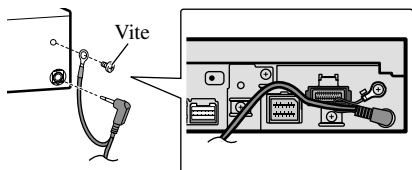

Fig. 6
1. Collegamento del cavo ottico e del cavo di terra all'unità principale. (Fig. 6)